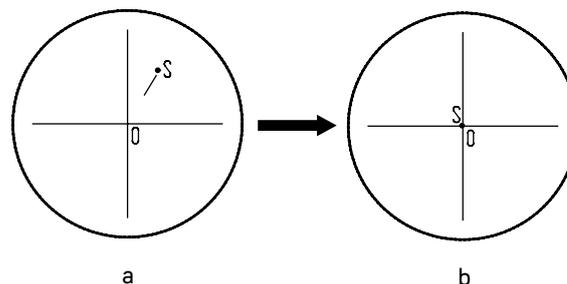

Рис. 22. Настройка канала визуализации
- Установите рукоятку переключения светового потока **3** в положение для наблюдения через окуляры. Наблюдая объект через окуляры, найдите отличительную точку в поле зрения (легко идентифицируемую цель, такую как точка *S* на рис. 22а), переместите объект на предметном столике так, чтобы данная точка находилась в центре поля зрения, как показано на рис. 22б. Для этой процедуры вместо обычного препарата удобно использовать специальный калибровочный слайд с перекрестием, а вместо обычного окуляра – окуляр с перекрестием.